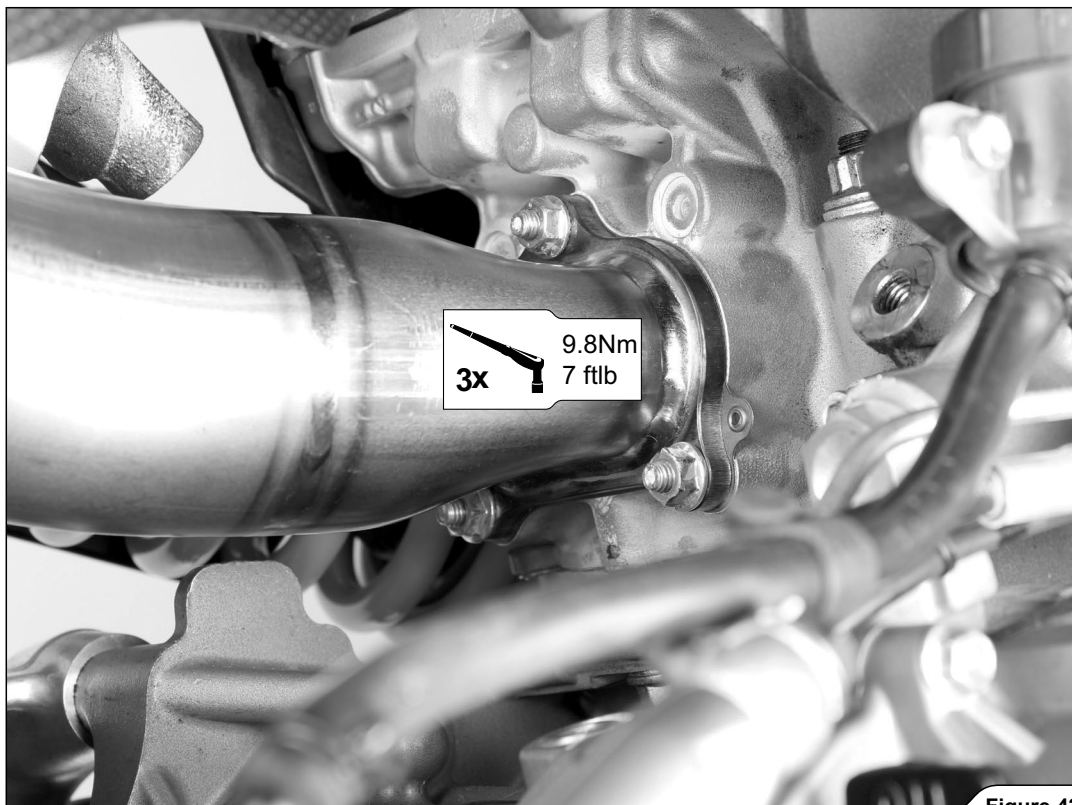

Figure 42
12. 両方のマニホールドを規定のトルクで締め付けます (図42、43)。